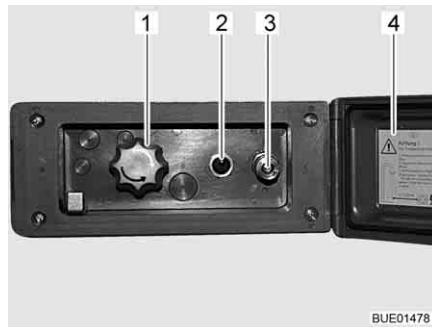

Fig. 105 Conexión de ducha exterior
- Desbloquear y abrir la tapa (Fig. 105,4).
- Conectar la manguera de la ducha exterior al cierre rápido (Fig. 105,3).
- Encender la bomba de agua con el interruptor (Fig. 105,2).
- Ajustar la temperatura del agua con el botón giratorio (Fig. 105,1) según se desee.
- Apagar la bomba de agua con el interruptor (Fig. 105,2).
- Cerrar la tapa (Fig. 105,4) y bloquearla con la llave.
- Poner el botón giratorio (Fig. 105,1) en la posición central.